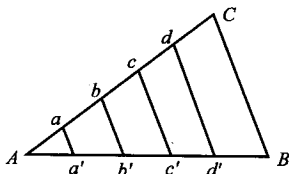

图 1-1 等分线段
(1) 如图 1-1 所示。作线段 AC 与已知线段 AB 成 $20^\circ \sim 30^\circ$ ， AC 与 AB 相交于 A 点。
(2) 由 A 点起在 AC 上任意截取 5 等份，确定 a 、 b 、 c 、 d 点。
(3) 连接 BC ，过 d 、 c 、 b 、 a 点，分别作 BC 的平行线，在 AB 上的交点 a' 、 b' 、 c' 、 d' 即为线段 AB 的 5 等分点。